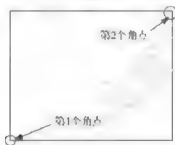

图 3-51
**步骤 3:** 在绘图区单击(或在命令行窗口中直接输入角点的坐标, 按 Enter 键), 完成矩形的绘制。在此, 在命令行窗口中直接输入相对坐标值“@500, 400”, 按 Enter 键, 绘制一个长为 500, 宽为 400 的矩形, 如图 3-51 所示。